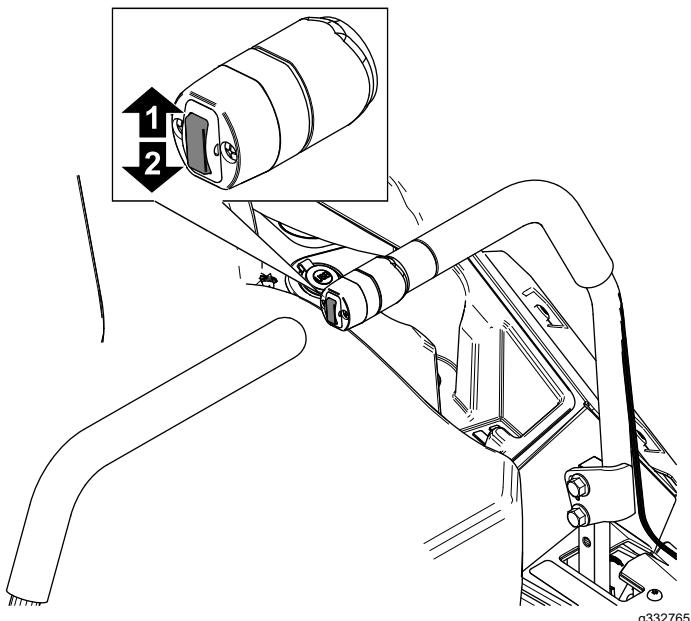

Figura 31
1. Spingete verso l'alto l'interruttore di sollevamento del piatto (Figura 31).